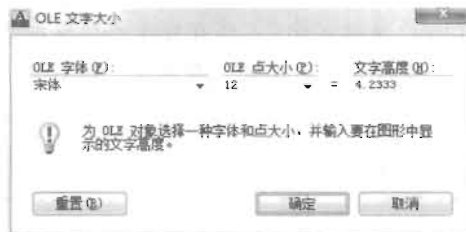

图 9-100
(4) 捕捉目标点之后，系统随即弹出“OLE 文字大小”对话框，不用修改其中的参数，直接单击“确定”按钮即可，如图 9-100 所示。